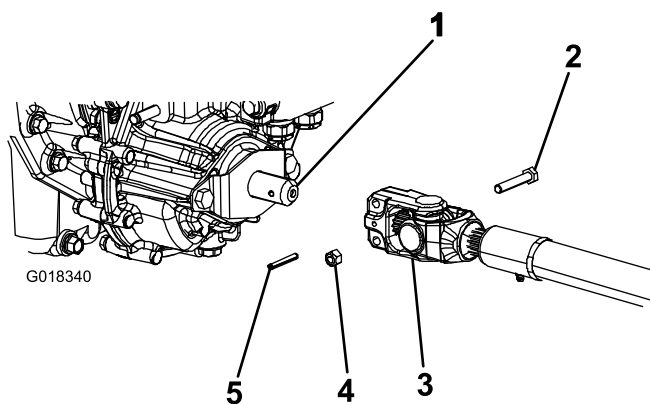

Figure 4
3. Placez l'arbre d'entraînement de PDF sous l'avant de la machine. Veillez à placer la chape de l'arbre coulissant de l'arbre d'entraînement (Figure 4) vers l'arbre de PDF de transmission.